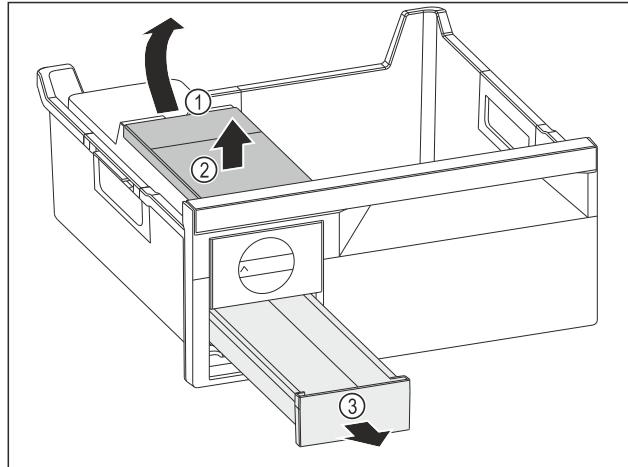

Fig. 82
- Odobratiske nádržky na vodu: Nádržku na vodu nadvihnite za vybranie Fig. 82 (1).
- Nádržku na vodu Fig. 82 (2) odoberte smerom nahor.
- Zásuvku na kocky ľadu Fig. 82 (3) odoberte smerom nahor.